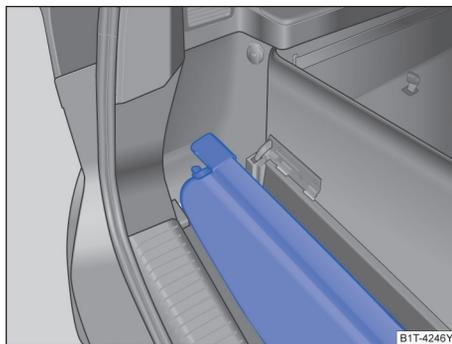

图 204 行李厢地板下方：存放行李厢盖板
- 将拆卸下来的行李厢盖板放置在侧边托架的前部凹槽上→图 204。